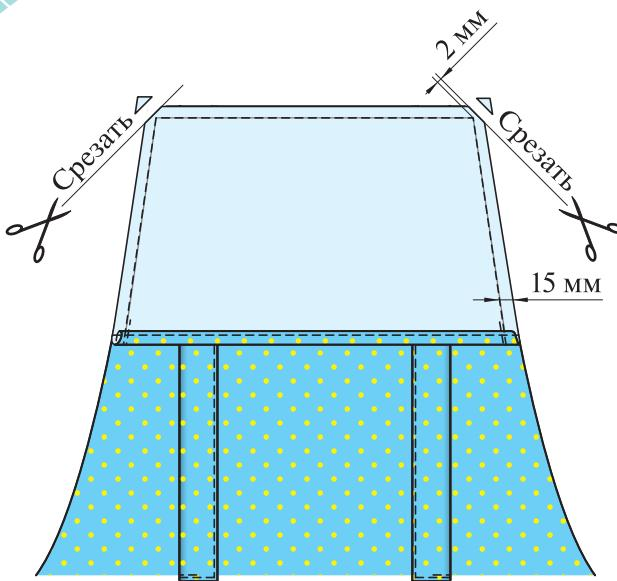

Рис. 6.37. Обработка нагрудника
со стороны обтачки) шириной шва 15 мм (рис. 6.37). Перед обтачиванием удалите все булавки!
4. Удалите СВН, срежьте припуски шва в углах, не доходя 2 мм до строчки (рис. 6.37).